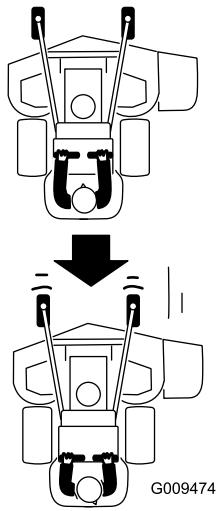

Figura 22
- Puxe lentamente as alavancas de controlo de movimento para trás (Figura 22).